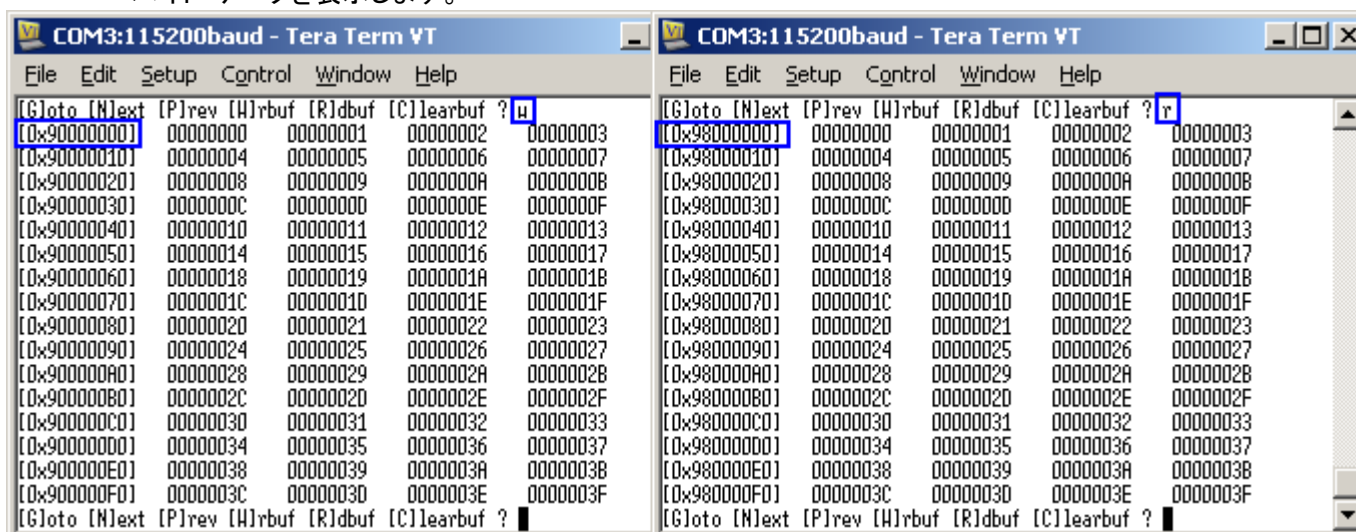

図 3-12: 'W'rbuf / 'R'dbuf サブ・メニューの表示画面
- 'W' (Write Buffer) : このサブ・メニューにより図 3-12 左画面に示すように、ライト・バッファの先頭から 256 バイト・データを表示します。
- 'R' (Read Buffer) : このサブ・メニューにより図 3-12 右画面に示すように、リード・バッファの先頭から 256 バイト・データを表示します。